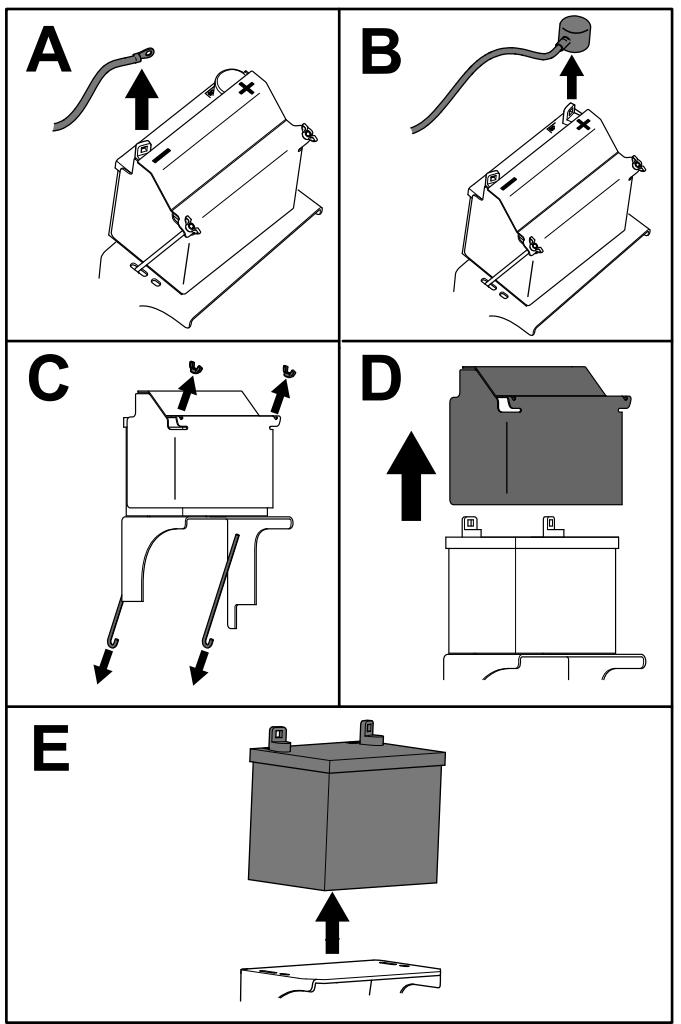

Figura 50
- Retire la batería según se muestra en la Figura 50.